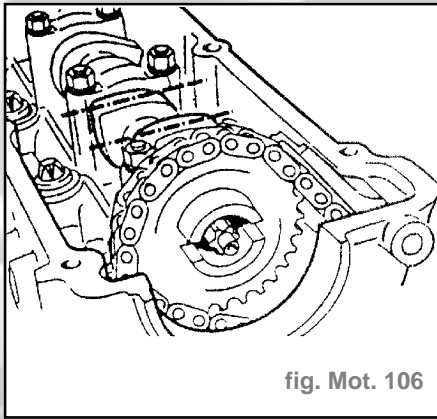

fig. Mot. 106
- Tourner l'arbre à cames jusqu'à ce que les soupapes du cylindre **6** se chevauchent. (Cylindre **1** = cycle de travail) (fig. Mot. 106).